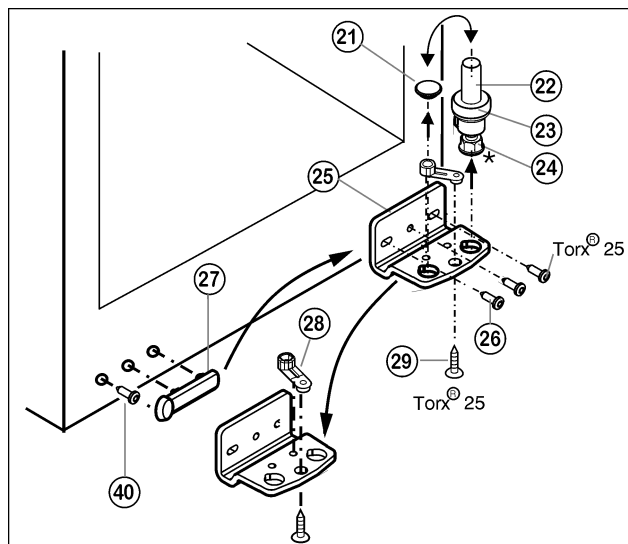

Fig. 5
- Извлеките опорный винт Fig. 5 (22) в комплекте с шайбой Fig. 5 (23) и регулируемой опорой\* Fig. 5 (24), вытягивая его вверх.
- Снимите пробку Fig. 5 (21).
- Открутите Fig. 5 (26) опорный кронштейн Fig. 5 (25).
- Открутите Fig. 5 (29) опорную деталь Fig. 5 (28) и, переставив в отверстие на противоположной стороне опорного кронштейна, снова прикрутите.
- Осторожно снимите и переставьте на противоположную сторону крышку со стороны ручки Fig. 5 (27) и винт Fig. 5 (40).
- Снова прикрутите опорный кронштейн Fig. 5 (25) на новой стороне шарнира (с моментом 4 Нм). При необходимости используйте аккумуляторный шуруповёрт.
- Переставьте пробку Fig. 5 (21) в свободное отверстие.
- Вновь установите опорный винт Fig. 5 (22) в комплекте с шайбой и регулируемой опорой\*. При этом фиксатор должен быть направлен назад.
- ▶ Установите дверцу сверху на нижний опорный палец Fig. 5 (22).
- ▶ Установите верхний опорный кронштейн (12) на новой стороне шарнира и защелкните в дверце.
- ▶ Прикрутите верхний опорный кронштейн (12) (с моментом 4 Нм) (2 шт. Torx® 25) (13). При необходимости проделайте отверстия или используйте аккумуляторную отвертку.
- ▶ Защёлкните крышку (10) и крышку (11) на противоположной стороне.
- ▶ При необходимости выровняйте дверцы через два продольных паза в нижнем опорном кронштейне Fig. 5 (25) параллельно корпусу устройства. Для этого выкрутите средний винт.